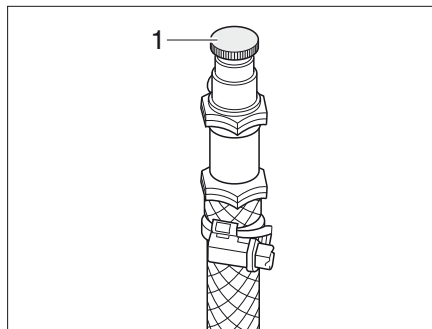

Bild 375 Avluftningsventil varmvatten-
- Öppna avluftningsventilen (Bild 375,1) och låt den vara öppen så länge det kommer ut luft.